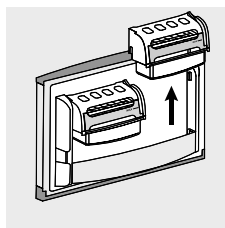

Figura 55
- Retire el fabricante de hielo (Bio Ice) de la contrapuerta hacia arriba. (Figura 55).